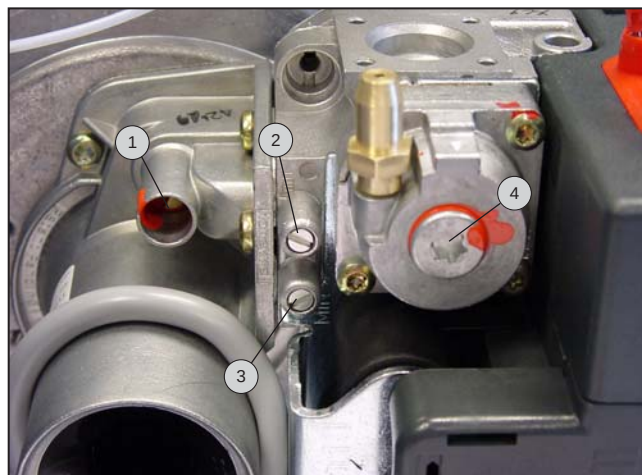

fig. 16
- Het percentage CO₂ regelen volgens de instelwaarden in de tabel op pagina 15 door de gasstroomregelschroef op de gasklep te verdraaien. (fig. 16)